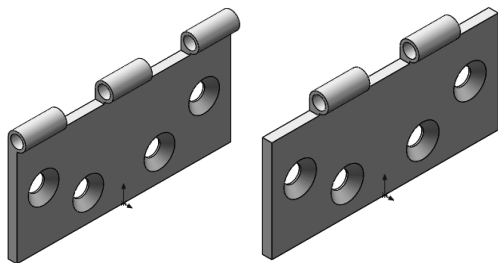

图 9-99 合叶零件
- (2) 合叶零件如图 9-99 所示，建立合叶零件模型，生成合叶零件的不同配置。